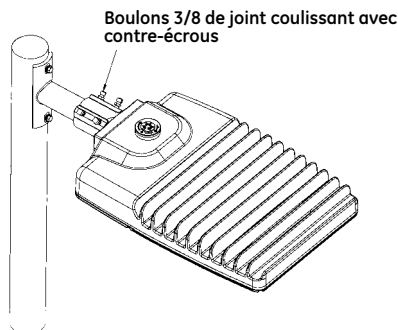

FIGURE 1
- Serrez les quatre boulons de 3/8 po sur le joint coulissant au couple de 10-14 lb-pi (14-19 Nm). Après le serrage des boulons, serrez les contre-écrous (voir la figure 1).